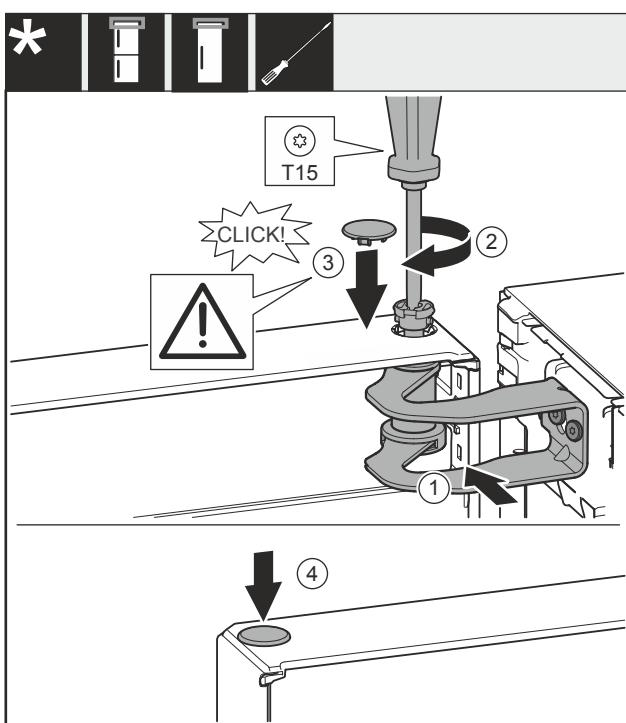

Fig. 24
- Tür zur Öffnung im Lagerbock Fig. 24 (1) ausrichten.
- Bolzen Fig. 24 (2) einsetzen und mit Schraubendreher festschrauben.
- Abdeckung Fig. 24 (3) einsetzen.
- Kontrollieren, dass die Abdeckung Fig. 24 (3) auf der Tür aufliegt.
- Abdeckung Fig. 24 (4) einsetzen.